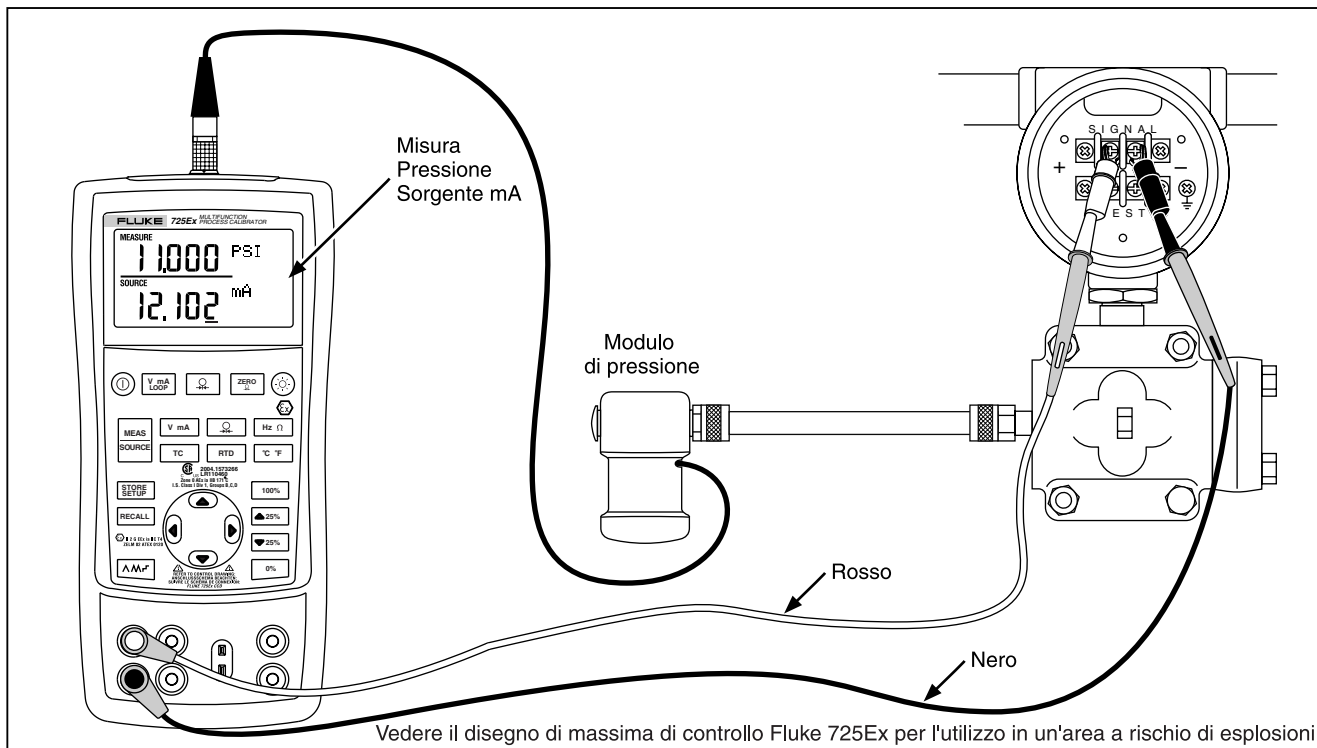

Figura 21. Taratura di un trasduttore corrente/pressione (I/P)
1. Collegare i cavetti di misura allo strumento in prova, come indicato nella figura 21. Le connessioni simulano un trasduttore corrente/pressione e misurano la corrispondente pressione d'uscita.